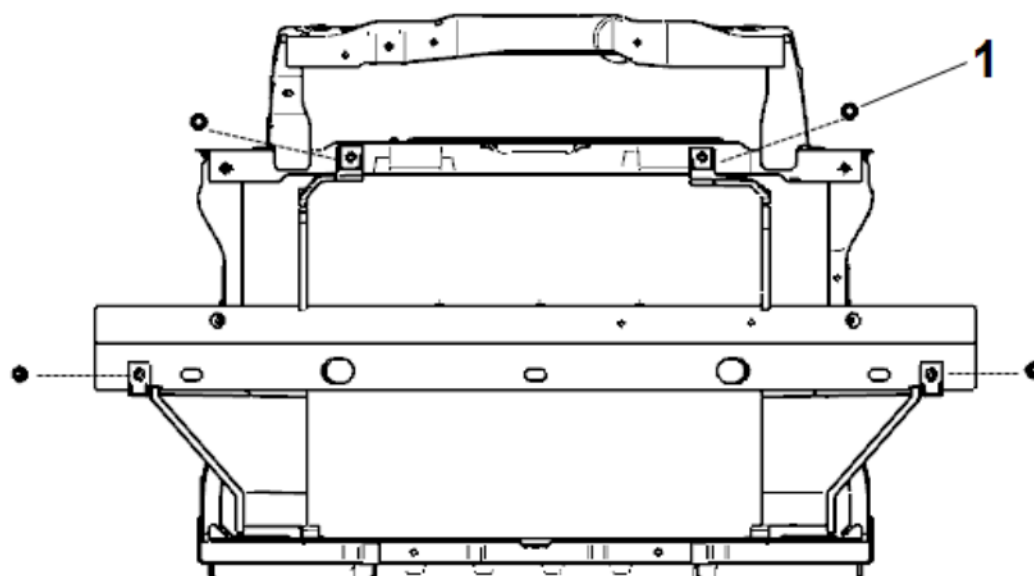

图 1-7-1 散热器导流板的拆卸
(1)、拆下左前轮外挡泥板在翼子板处的三处螺钉（图 1-7-1 标识中的 2）和一处子母扣（图 1-7-1 标识中的 1）；